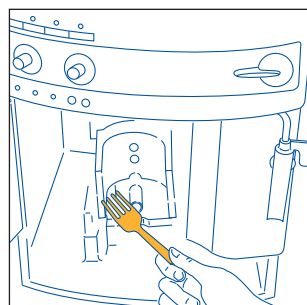

Fig. 30
- Limpe cuidadosamente o interior da máquina. Para retirar o café incrustado nas partes internas, raspe-as com um garfo de madeira ou de plástico (fig. 30) e, depois, aspire todos os resíduos com um aspirador (fig. 31);